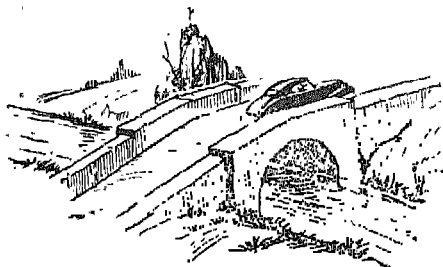

Fig. 1. — Débit d'une rivière. Il est mesuré par le nombre de mètres cubes d'eau qui passent, pendant une seconde, en un point, sous ce pont par exemple.
a) Un ingénieur qui cherche à utiliser un cours d'eau pour installer un moulin, une scierie, une usine quelconque... s'intéresse d'abord à la quantité d'eau que la rivière transporte, et, pour préciser, au nombre de mètres cubes d'eau qui passe, pendant chaque seconde, en un point donné, sous un pont par exemple (fig. 1).